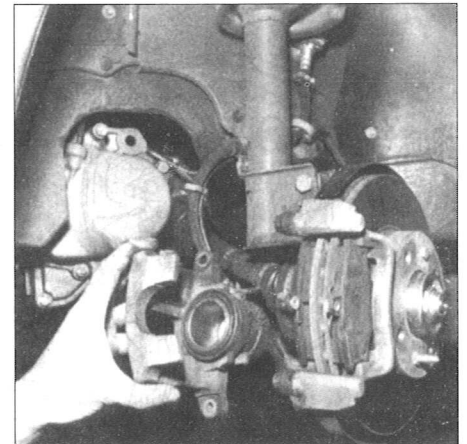

Fig. 83
- Desmontar a pinça (Fig. 83).